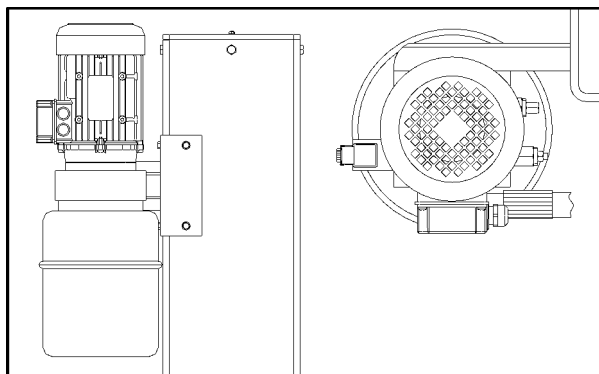

Fig. 31
- ◆ Installera pumpen på hakeplattan enligt **fig. 31** och fäst den på underdelen av huvudpelaren.